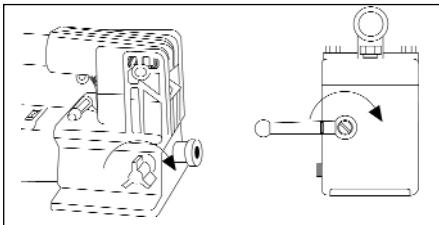

Bild 6
1. Stäng tryckbegrägningsventilen genom att vrinda den medurs, enligt Bild 6.